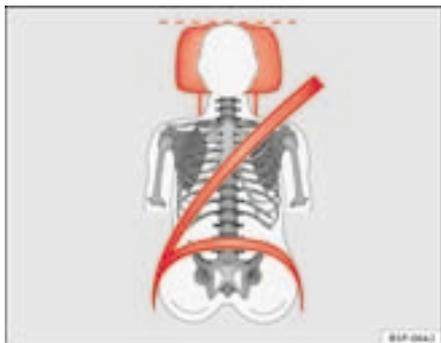
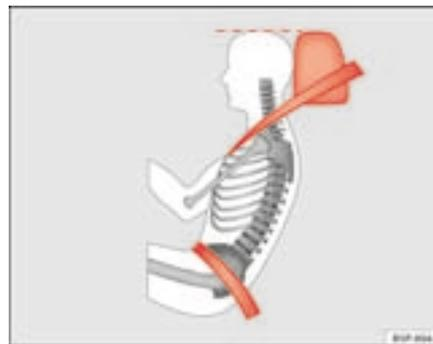

Fig. 71 Poggiatesta e cintura di sicurezza posizionati correttamente (visti da davanti)
Fig. 72 Posizione corretta del poggiatesta e della cintura di sicurezza (visti di lato)
- Regolare il poggiatesta portando il suo bordo superiore alla stessa altezza della parte superiore della testa, almeno all'altezza degli occhi ⇒ fig. 71 e ⇒ fig. 72.